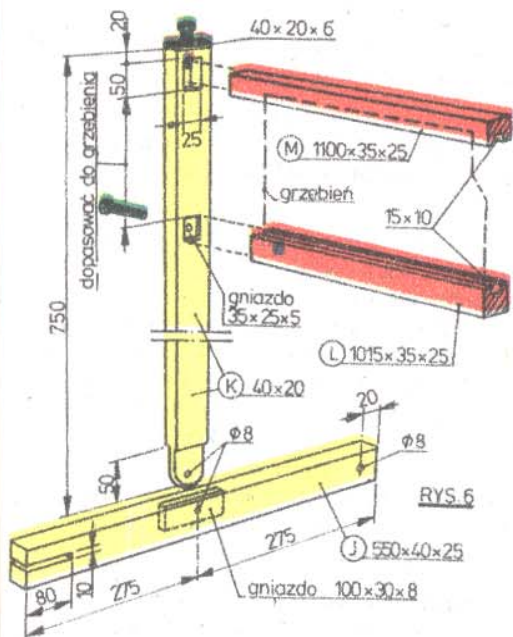

RYS. 3
Belki wahlowe (rys. 3) wykonane są z drewna bukowego o przekroju 40×20 mm, i długości 250 mm. Jest ich 8 i połączone są w 2 grupach. Są one zamocowane na stalowych prętach o średnicy 10 mm i długości 270 mm ułożonych w otworach wywierconych w poprzeczkach (I). Każda belka wahlowa ma 3 otwory o średnicy 10 mm wywiercone w środku belki, przy każdym końcu zaś otwór o średnicy 4 mm dla sznurków. Trzy środkowe otwory służą do regulacji warsztatu. Oś zespołów belek wahlowych tkwi w jednym z otworów każdej belki i poprzeczki w poprzek 5 walcowych rozpórek o średnicy 30 mm i grubości 17 i 19 mm.